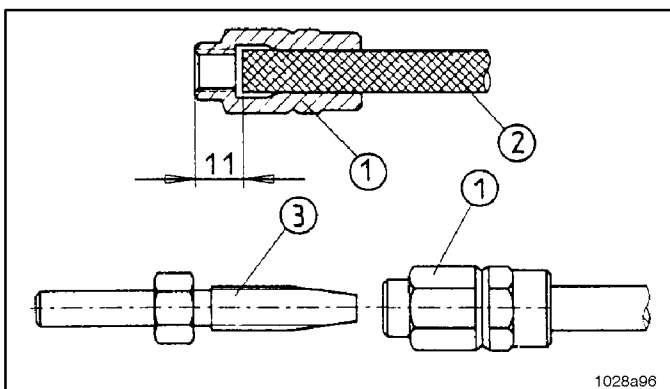

Abb. 5-4 Vormontage der Schraubhülsen und Schlauchstutzen auf die Hauptleitung
- Schraubhülse 1 (Abb.5-4) linksdrehend auf den Hochdruckschlauch 2 drehen, bis das gezeigte Maß von 11 mm erreicht ist.